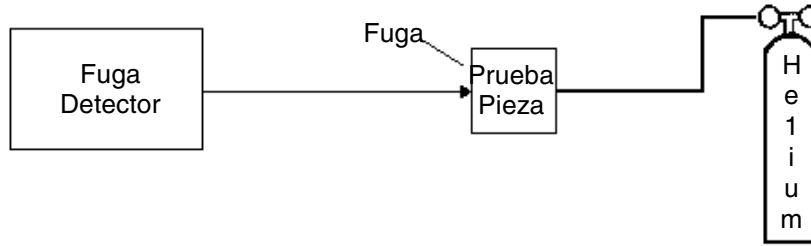

Figura C-2 Pieza de Pruebas Presurizada : Sonda del Detector Usada para Localizar la Fuga
C.6.2 Pieza de Pruebas Presurizada (Figura C-2)